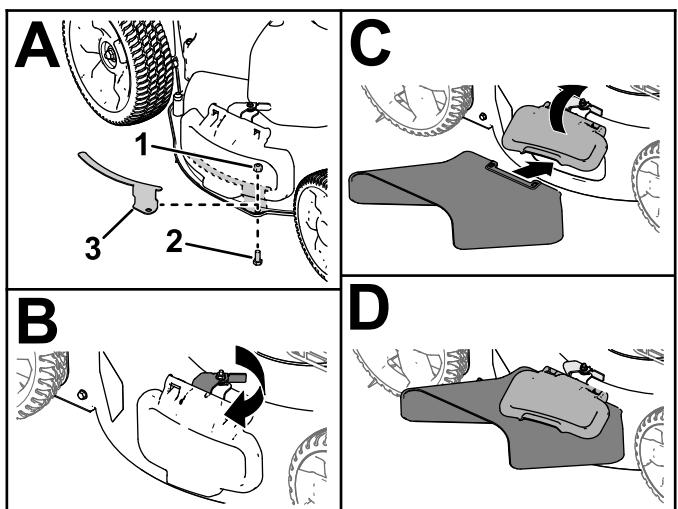

Bild 19
1. Entfernen Sie die Halterung und die Befestigungselemente des Seitenauswurfablenklechs (A in Bild 19).
2. Entriegeln und heben Sie das seitliche Ablenkblech an und setzen Sie den Seitenauswurfkanal ein (B, C und D in Bild 19).
Wichtig: Montieren Sie die Ablenkblechhalterung, wenn Sie den Seitenauswurfkanal nicht verwenden (A in Bild 19).